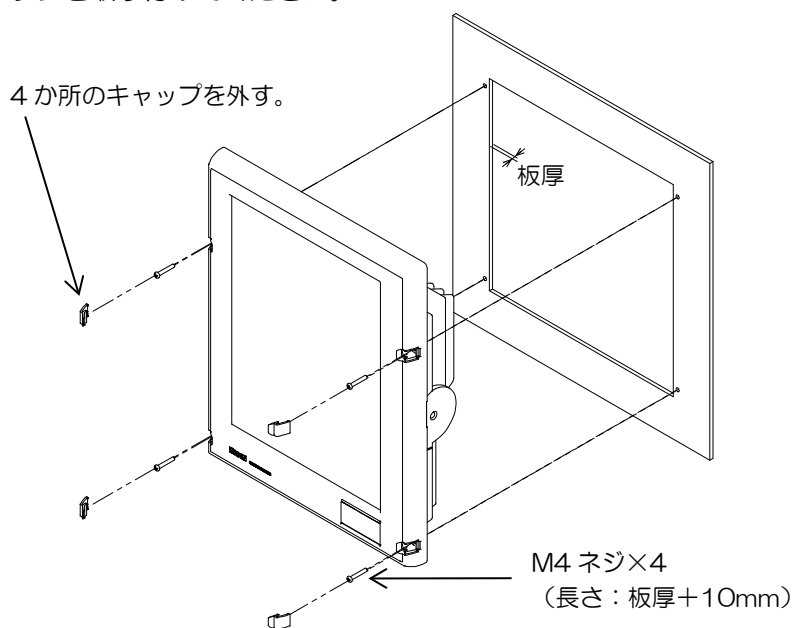

図 3.26 指示機取り付け
- (1) 図 3.26 の位置にマーキングし、M5 (5 mm) タッピングネジを使用し取付架台を固定します。(4箇所)
- (2) コーナーキャップを外して、M4 (4 mm) ネジを使用して操作部を取付架台に固定します。固定後コーナーキャップを戻します。(4箇所)